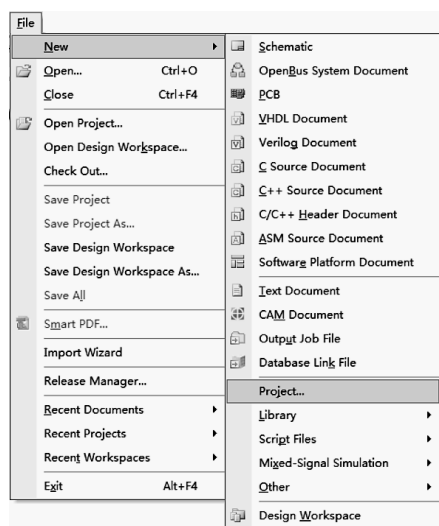
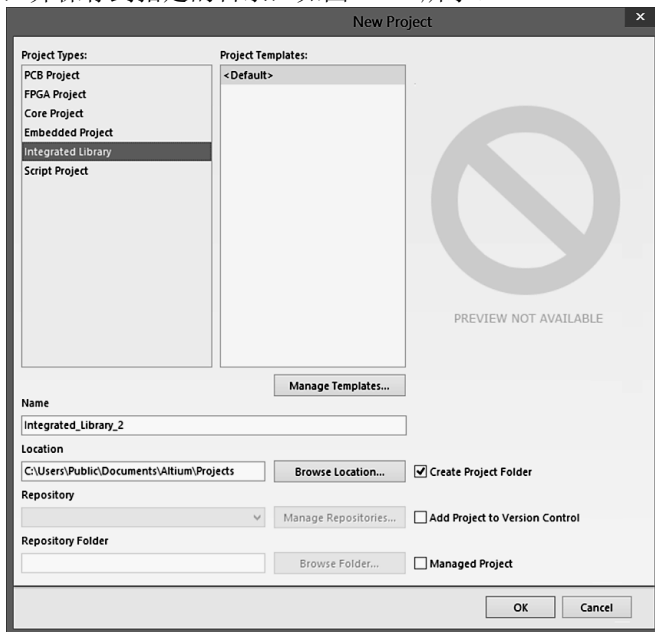
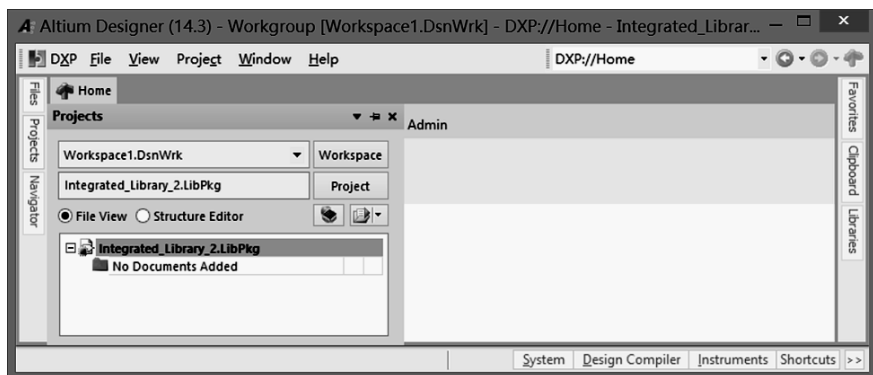
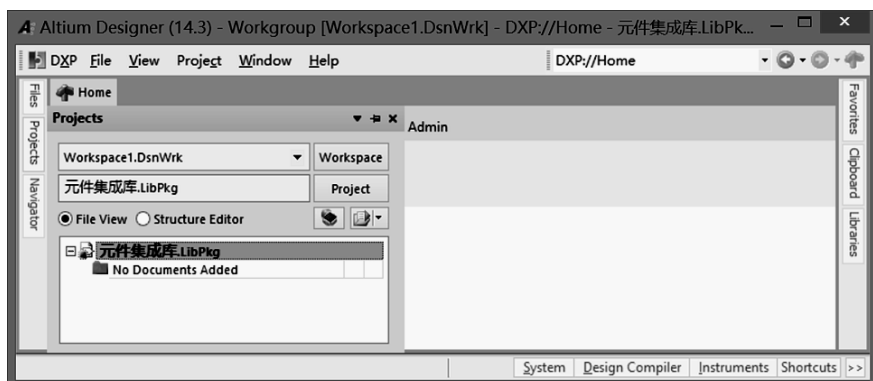

图 9-7-3 新建集成库工程文件操作命令
图 9-7-4 新建集成库工程设置对话框
图 9-7-5 新建集成库工程
图 9-7-6 重新命名后的集成库工程
(1) 建立集成库文件包——集成库的原始工程文件。执行菜单命令 File→New→Project，然后在 New Project 对话框中选择 Integrated Library，如图 9-7-3 和图 9-7-4 所示，创建一个集成库工程，这样在 Projects 标签栏中出现如图 9-7-5 所示的“Integrated_Library_2.LibPkg”工程文件，然后重命名为“元件集成库.LibPkg”工程文件，并保存到指定的目录，如图 9-7-6 所示。